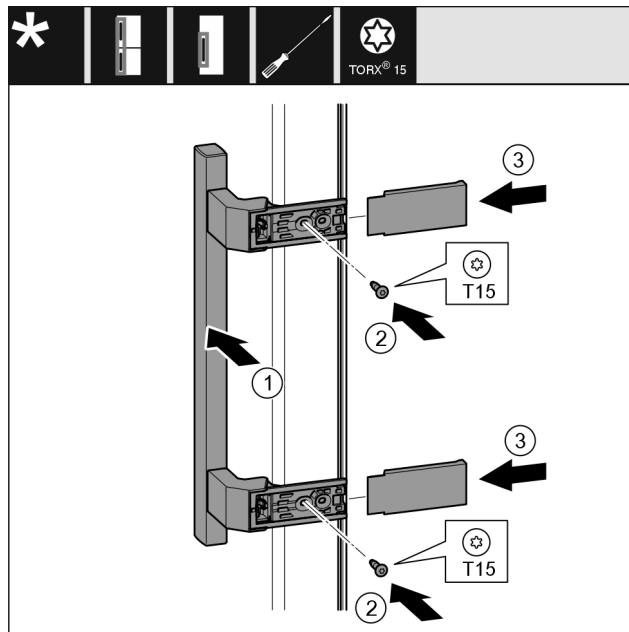

Fig. 19
- ▶ Nasadte madlo Fig. 19 (1) na protilehlé straně.
- ▶ Šroubovákem šrouby Fig. 19 (2) pevně utáhněte.
- ▶ Kryty Fig. 19 (3) bočně nasadte a nasuňte.